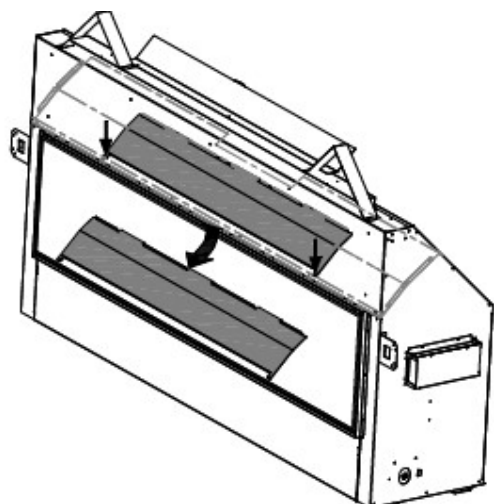
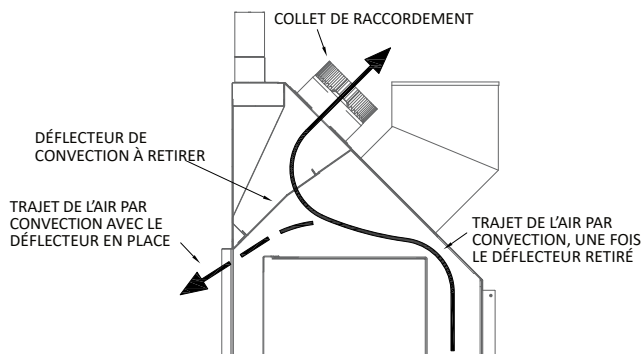

Figure 4.3 - Retrait du déflecteur de convection
Figure 4.4 - Trajet de circulation d'air
3. Repérez le déflecteur de convection montré à la Figure 4.3. Il y a (2) vis qui retiennent le déflecteur de convection. Retirez du foyer les vis et le déflecteur de convection. Jetez (ou recyclez) le déflecteur de convection et les vis. Voir aussi la Figure 4.4.